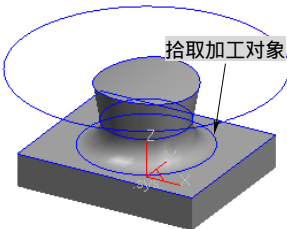
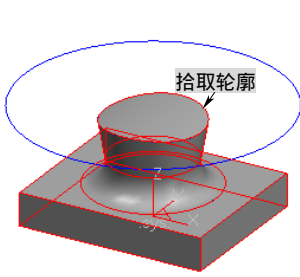

图 8-272 拾取加工对象
图 8-273 拾取轮廓
- 4) 完成加工参数设置后，单击“确定”按钮，系统在界面的左下方提示“拾取加工对象”，直接拾取如图 8-272 所示的整个实体，并单击鼠标右键结束选取。系统继续提示“拾取轮廓”，直接拾取图 8-273 所示的轮廓曲线，确定链搜索的方向。